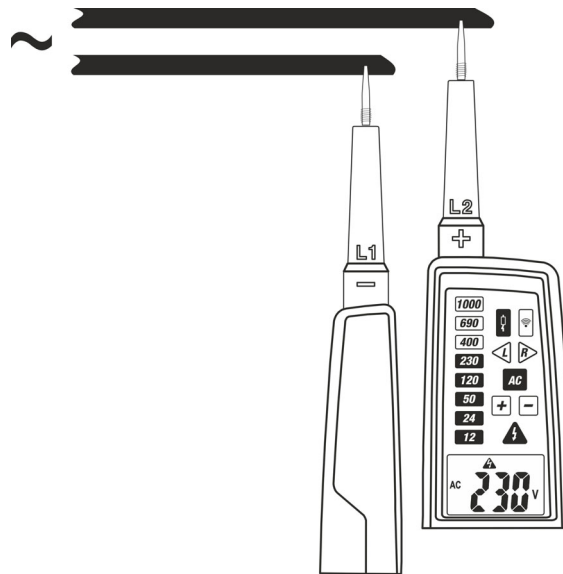

Fig. 6: Medida de Tensión CA a baja impedancia
2. Conecte las puntas L1 y L2 a la fuente en pruebas (ver la Fig. 6). La medida se realiza sólo con contacto **de las puntas sobre la parte metálica de los conductores**